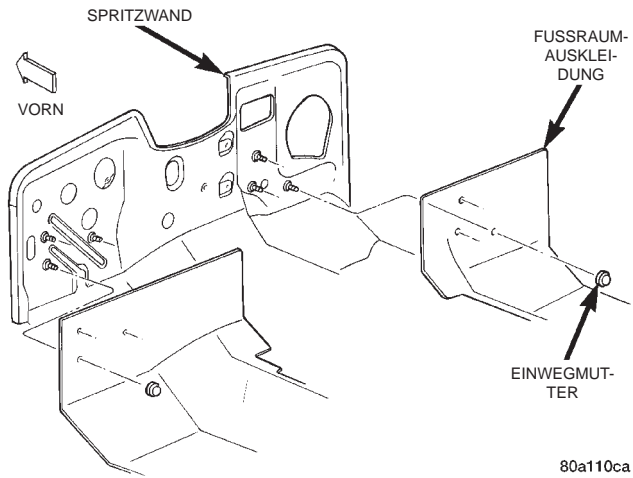

Abb. 66 Fußraumauskleidung/Bodenmatte vorn
(1) Befestigungsschrauben lösen, mit denen die Konsole an der Bodenwanne befestigt ist.
(2) Je nach Ausstattung, die Halterungen lösen, mit denen die Fußraumauskleidung/Bodenmatte an der Spritzwand befestigt ist (Abb. 66).
(3) Schnappverschlüsse unter den Schalensitzen lösen.
(4) Fußraumauskleidung/Bodenmatte aus dem Fahrzeug nehmen.